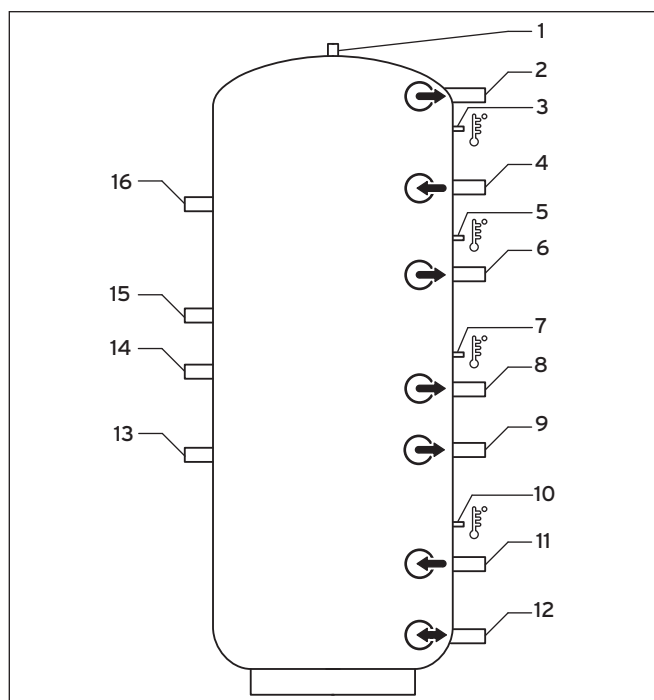

Fig. 11.2 Raccordi del bollitore tampone VPS 300/2 - 2000/2 (lato anteriore sinistro - posteriore destro)
Bollitore → Fig. 11.2	Raccordi anteriori
→ Fig. 11.2	Raccordi posteriori N. pos. 2, 4, 6, 8, 9, 11 e 12